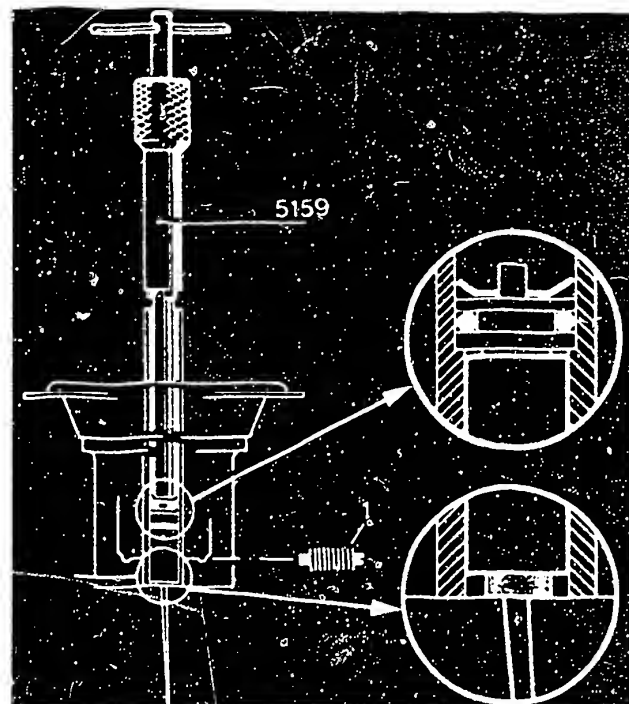
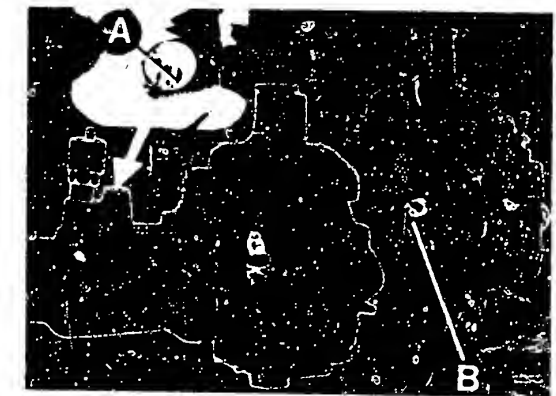

Bild 17 Aus- und Einbau der Düsennadel am Zenith-Stromberg-Vergaser.
Bild 21 Zenith-Stromberg-Vergaser: Die Leerlaufdrehzahl ist mit der Schraube A, der CO-Wert bis ca. 1Vol.-% mit der Schraube B einzustellen.
Die **Düsennadel** lässt sich mit dem Werkzeug 5159 austauschen (Bild 17), nachdem die Stellschraube herausgedreht wurde. Beim Einbau ist darauf zu achten, dass der Führungsschlitz im Nadelhalter mit der Führungsschraube fluchtet.
g) **Leerlaufdrehzahl** und **CO** sind bei einer Vergasertemperatur von 15...25°C einzustellen. Innerhalb 8min nach dem Öffnen des Kühlmittelthermostaten muss die CO-Einstellung erfolgen. Um Fehler möglichst auszuschliessen, ist der Motor vor der Messung während ca. 1min 2500...3000/min laufen zu lassen. Das Pulsair-System muss, wo vorhanden, ausser Funktion gesetzt werden. Die Leerlaufdrehzahl wird mit Schraube A (Bild 21) auf 900/min eingestellt. Das CO lässt sich bis ca. 1Vol.-% an der Gemischregulierschraube verstellen. Bei grösseren Abweichungen ist eine Verstellung der Düsennadel mit dem Werkzeug 5159 vorzunehmen (siehe Bild 17).